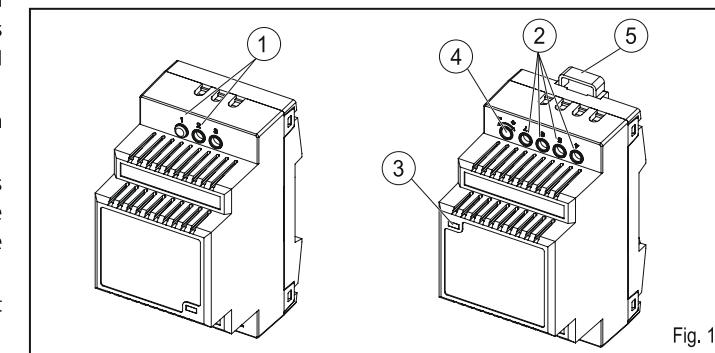

Fig. 1
2. Installation Fig. 1, 2
- ① AC Input
- ② DC Outputs
- ③ LED DC OK
- ④ Potentiometer 11 - 14V DC
- ⑤ Universal snap-on foot for DIN rails.
- ① Entrée AC
- ② Sorties DC
- ④ Potentiomètre 11 - 14V DC
- ⑤ Fixation pour Rail DIN.
4. Input ①, Fig. 1
5. Output ②, Fig. 1
4. Entrée ①, Fig. 1
5. Sortie ②, Fig. 1